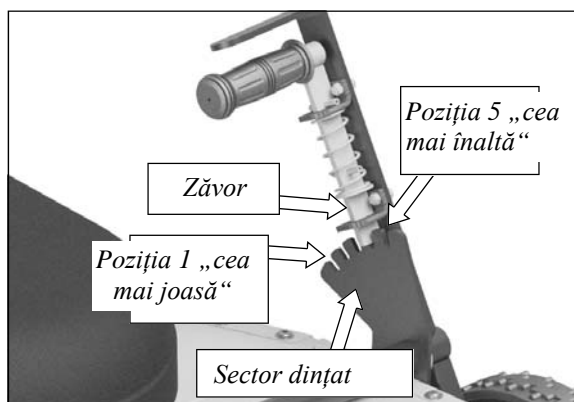

Fig. 4
- Reglarea înălțimii de tăiere se efectuează centralizat prin pârghia din (Fig. 4). Pt. a debloca pârghia, trageți de zăvorul din sectorul dințat și apoi introduceți-l într-una din cele 5 crestături din sectorului dințat.